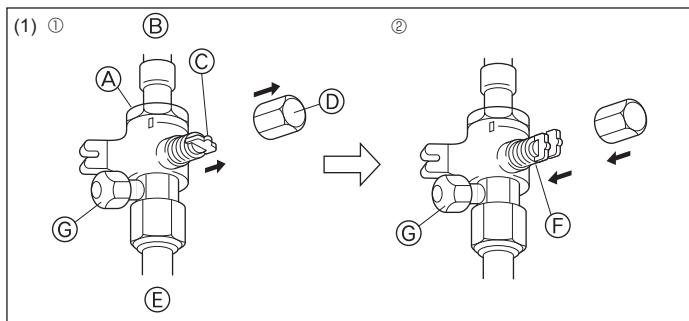

Fig. 4-12
(1) Lato del gas (Fig. 4-12)
- ① Rimuovere il cappuccio, tirare la maniglia verso di sé e ruotare di 1/4 di giro in senso antiorario per aprire.
- ② Assicurarsi che la valvola d'arresto sia completamente aperta, spingere in dentro la maniglia e riportare il cappuccio alla posizione originale.